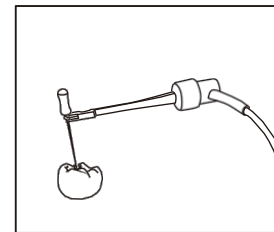

Abb. 11
- 6) Befestigen Sie den Feilenhalter an der Feile. (Abb. 11)